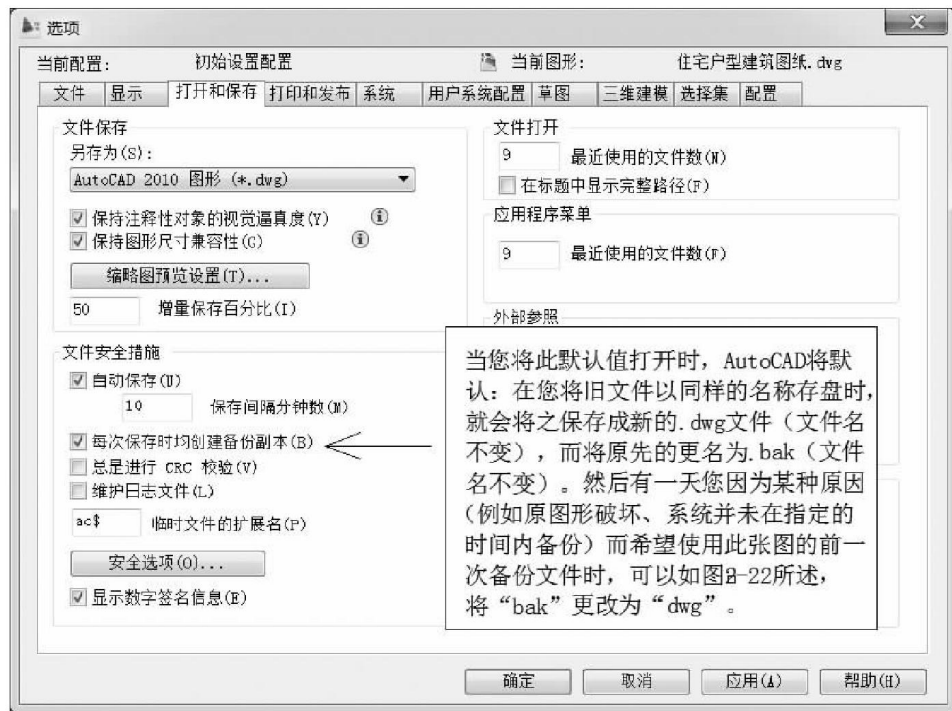

图 1-34 设置自动存盘时间
- (1) 单击“系统设置工具”处的“选项”按钮。
- (2) 再按图 1-34 所示来设置存盘时间。